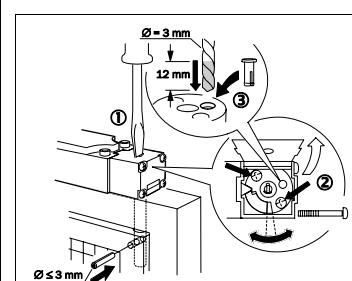

Abb. 5: Fixierung des Schaltwinkels
- Bohrung für Sicherungsstift Ø 3 mm, 12 mm tief vornehmen (siehe Abb. 5),